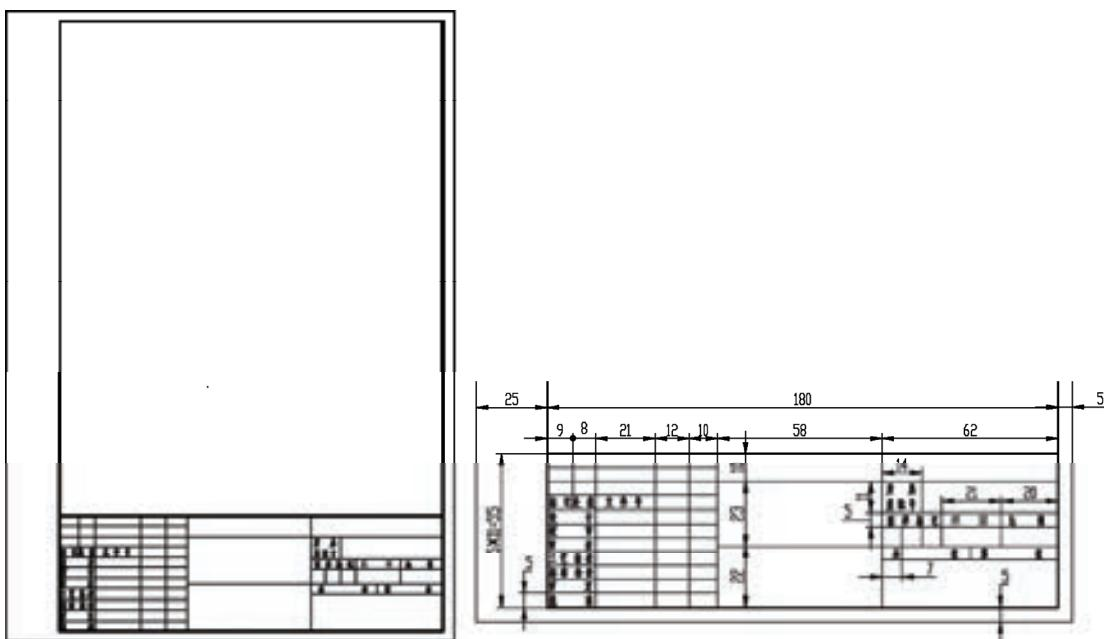
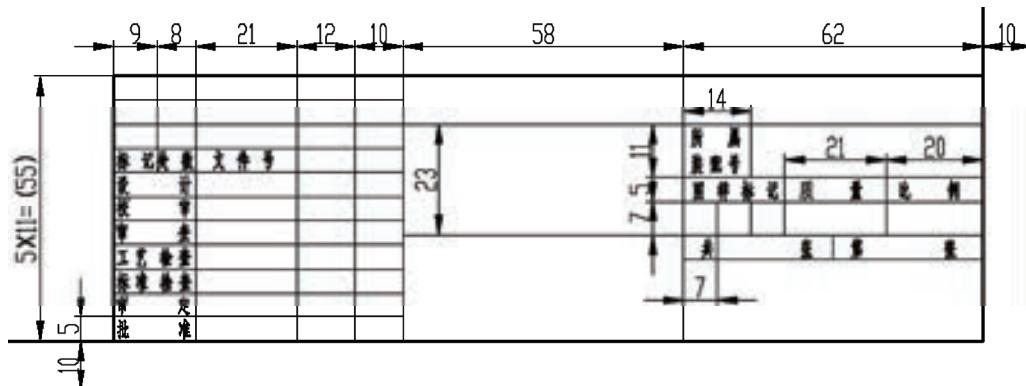

图 5-38 A4 图纸模板
图 5-40 A0 图纸模板
- 2) 按照上面的步骤绘制 A4、A2、A0 图纸模板，粗实线矩形外轮廓大小为 (210,297)、(594,420)，(841,1189)，模板及标题栏尺寸如图 5-38～图 5-40 所示。